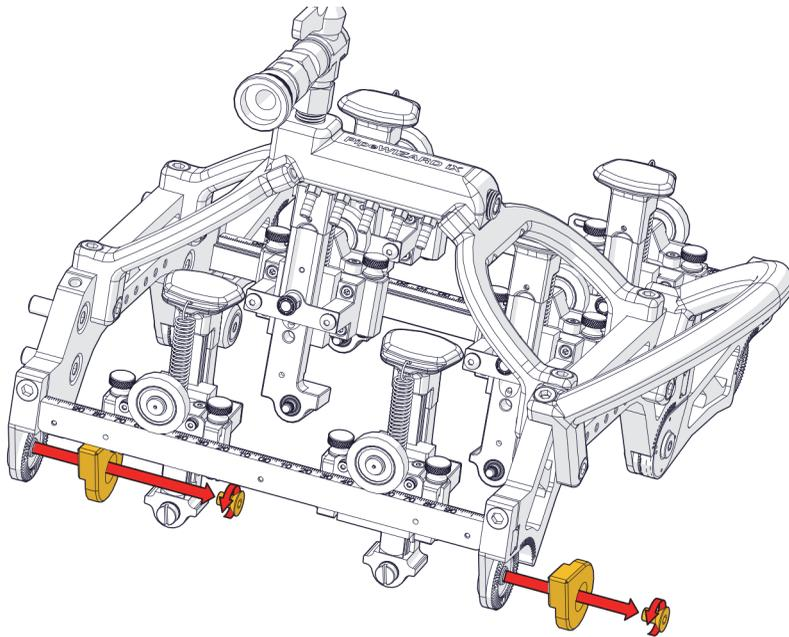

图1-48 取下保护盖
1. 使用6毫米六角螺丝刀取下两个保护盖（参见第59页的图1-48）。